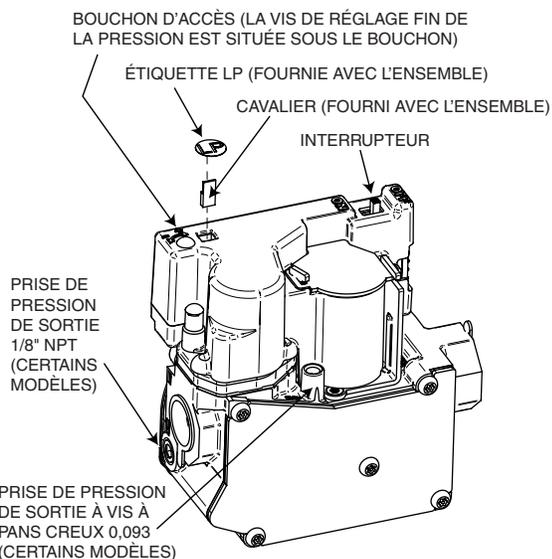

Figure 1. Robinet à gaz modulant 36J27
**REMARQUE :** La pression de sortie du robinet à gaz est réglée pour le GPL lors de la fabrication; néanmoins, un réglage fin est possible en retirant le bouchon d'accès et en tournant la vis à l'aide d'un tournevis plat de 1/8 po. On ne doit effectuer ce réglage qu'en contrôlant la pression de sortie à l'aide d'un manomètre convenable raccordé correctement à la prise de pression de sortie. Après avoir refermé la prise de pression, vérifier si elle fuit (figures 1, 3, 4 et 5).